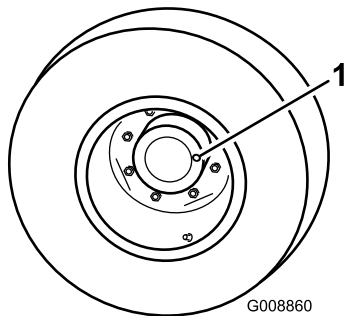

Bild 52
1. Stellen Sie die Maschine auf eine ebene Fläche und positionieren Sie das Rad so, dass eine Prüfschraube (Bild 52) auf 12 Uhr und die andere auf 3 Uhr steht.
1. Prüf-, Ablassschraube (2)
2. Entfernen Sie die Schraube, die auf 3 Uhr steht (Bild 52).
- Entfernen Sie die Prüf-/Füllschraube an der linken Getriebeseite (Bild 52) und stellen sicher, dass das Öl die Unterseite des Lochs erreicht. Füllen Sie bei einem niedrigen Stand genug Öl auf, um den Stand bis an die Unterseite des Lochs anzuheben.